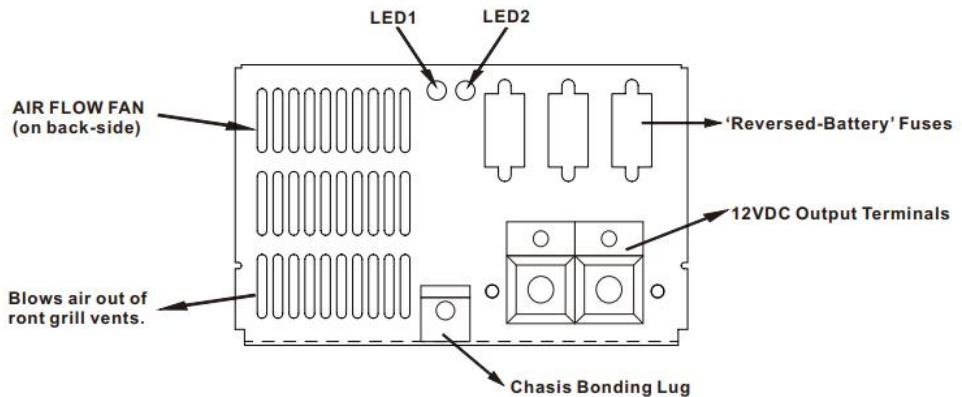

Figure 4
13. Le voyant vert sur LED1 indique que la puissance de sortie fonctionne normalement ou que la charge est terminée, tandis que le voyant orange indique que la charge est en cours. Le clignotement indique un dysfonctionnement. Le voyant vert LED2 indique un fonctionnement en mode de charge de batterie au plomb, le voyant rouge indique un fonctionnement en mode de sortie fixe, le voyant orange, etc. indique un fonctionnement en mode batterie au lithium. (Figure 4).